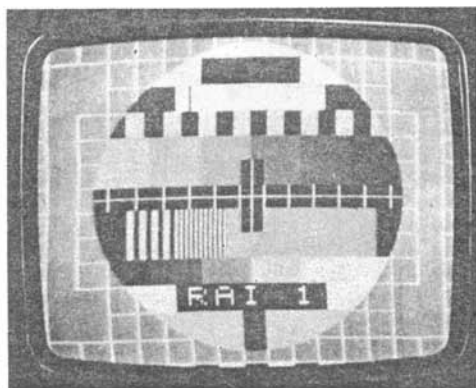

Fig. 4.5.2b - Effetto neve.
1) *Effetto neve.* (vedere la fig. 4.5.2b)